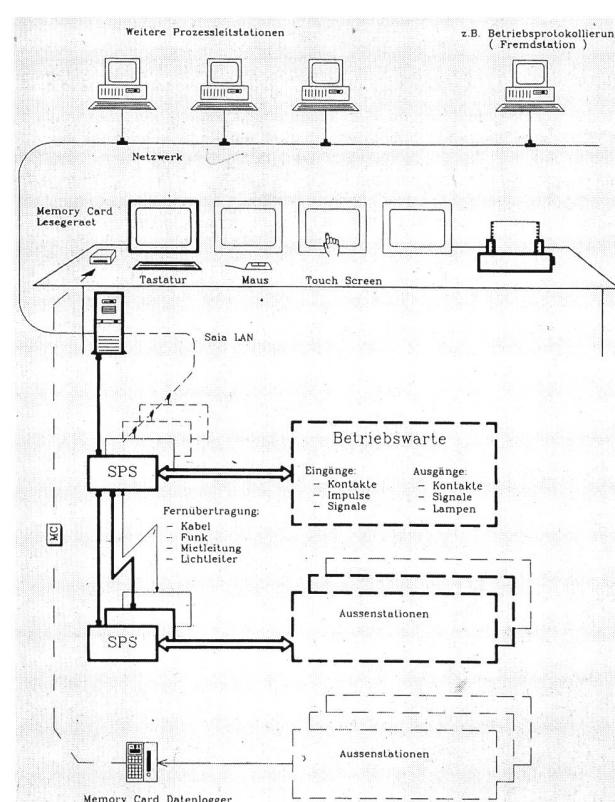

Bild 2. Übersicht eines Prozesseleitsystems mit allen Ausbaumöglichkeiten. Fett: In Neuenhof realisiert.
Alle Betriebs- und Störmeldungen, Messsignale, Steuerbefehle und analogen Signale werden von einer lokalen speicherprogrammierbaren Steuerung (SPS) eingelesen bzw. ausgegeben (Bild 2). Diese übernimmt auch die Kommunikation zu den Aussenstellen (Reservoir, Klappenschacht). Der SPS übergeordnet, übernimmt ein Personalcomputer (PC) die grafische Visualisierung, Protokollierung, Speicherung von Langzeitdaten usw. und dient auch der manuellen Betriebsführung.